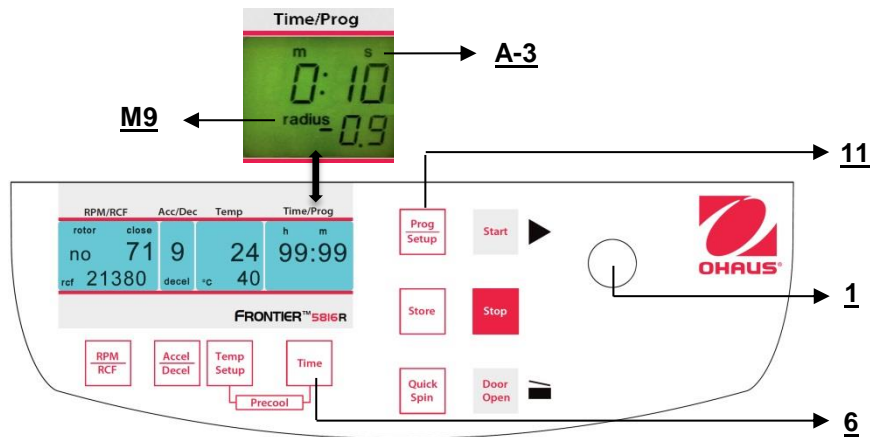

Abbildung. 21.
Wenn Sie Adapter oder Reduzierer benutzen, könnte es den Zentrifugalradius des entsprechenden Rotors verändern. In diesem Fall können Sie den korrekten Radius manuell korrigieren. Gehen Sie bitte wie folgt vor: Schliessen Sie den Deckel, drücken Sie dann die Taste **"Time"** (6) (siehe Abbildung 21) und die Taste **"Prog/Setup"** (11) zur gleichen Zeit und halten Sie sie.